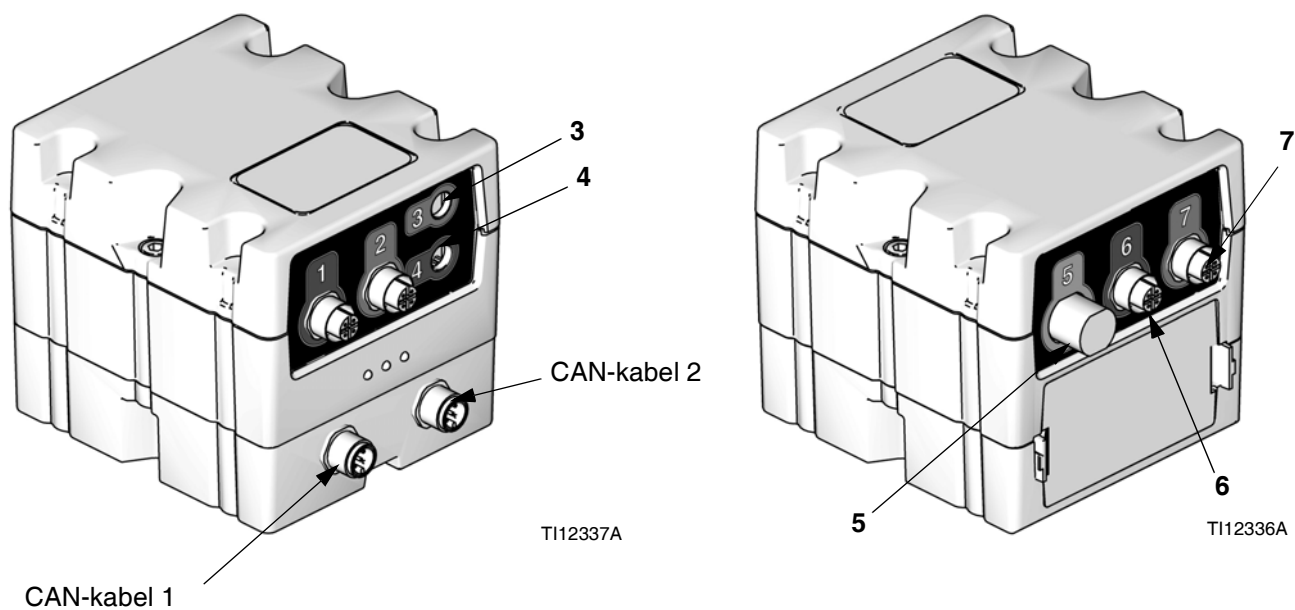

Fig. 7: Anslutningar för FCM-givaren
- Vätskereglagemodul (K). Se avsnitt FIG. 7, sidan 13.
3. Byt ut den existerande kabeln mellan givaren för tomt fat (EE) och FCM-kontaktdonet (se FIG. 7, sidan 13) mot ledkabeln för tom/lågt givare.